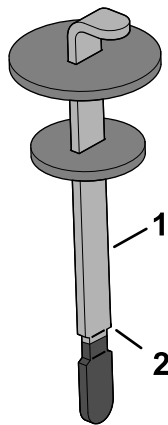

Bild 180
4. Entfernen Sie den Peilstab aus dem Füllstutzen und wischen ihn mit einem sauberen Lappen ab. Stecken Sie den Peilstab in den Einfüllstutzen und ziehen ihn dann heraus, um den Ölstand zu prüfen. Der Ölstand sollte an der Markierung am Peilstab liegen (**Bild 180**).